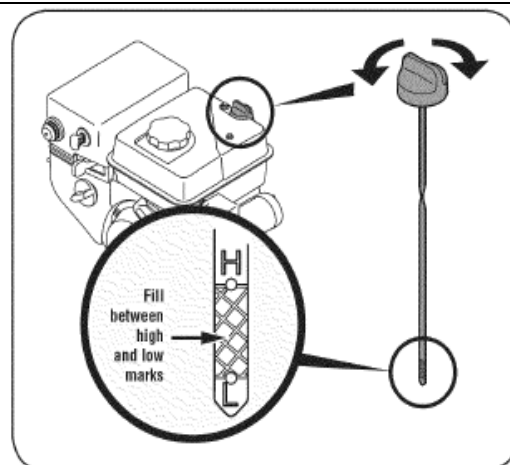

Рис. 12
3. Извлеките щуп. Если уровень масла не достаточный, то медленно долейте рекомендованного масла, что бы он находился между отметками высокий (H) и низкий (L). См. Рис. 12.